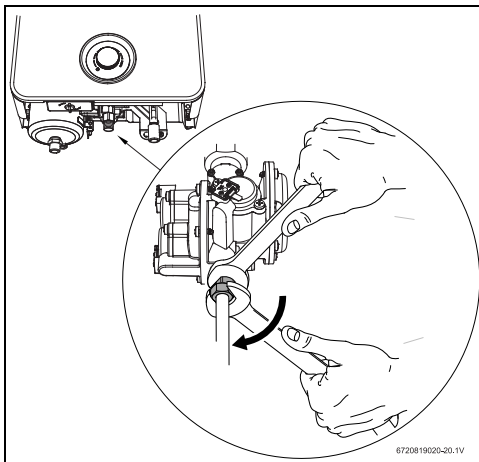

Fig. 20
- ▶ Realizar la conexión del gas al calentador conforme lo indicado en la Fig. 20.